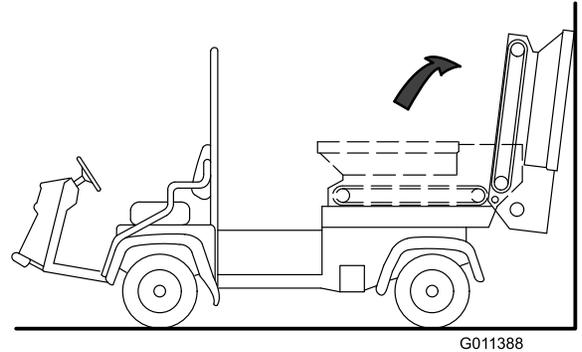

図 33
- 5. ホッパーを後ろに傾けて、壁やはしごなどで支える：傾けたままで支えずにおくと機体後部に強い力がかかってブラシや油圧カップラが破損するので、必ず適切なささえを入れること (図 33)。
重要 ホッパーは必ず垂直よりも後ろに傾けて壁などにもたれさせ、不意に落ちてくることがないようにしてください (図 33)。